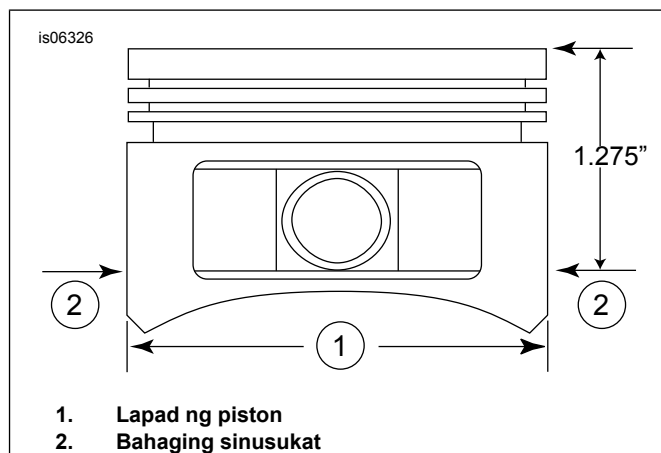

Figure 2. Mga Sukat ng Piston
5. Tingnan ang Figure 2 . Sukatin ang lapad ng piston (1), 90 degrees nang pahalang mula sa magkabilang gilid ng piston pin hole at 1.275 in. pababa mula sa ibabaw ng deck (itaas) ng piston (2). Tingnan ang talahanayan 11 para sa piston-to-cylinder fit sa lokasyong ito.